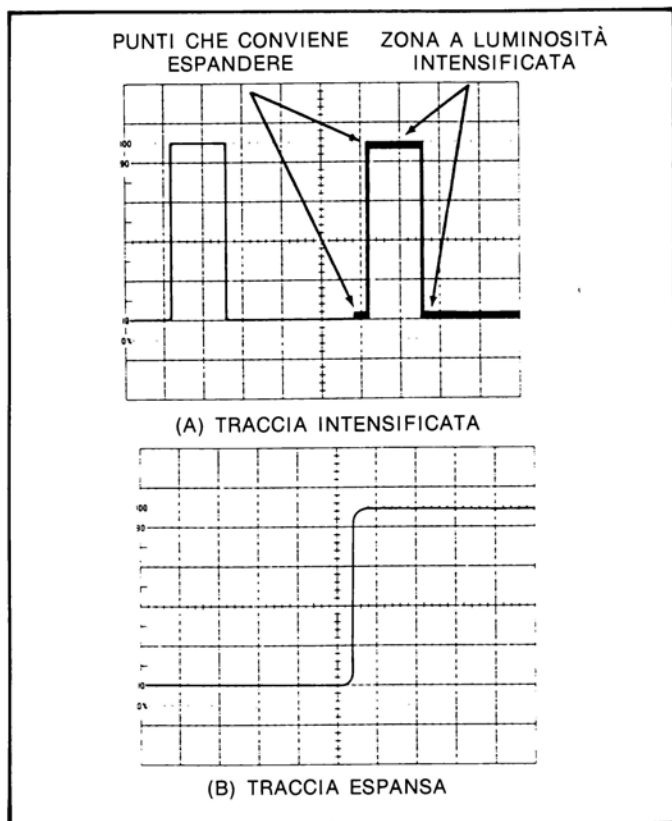

Figura 47
- Porre la levetta di HORIZONTAL MODE su INTENS e scegliere il tempo di ritardo più opportuno con il commutatore DELAY TIME. Regolare il comando MULTIPLIER in modo da fare coincidere l'inizio della zona a luminosità intensificata della traccia con il particolare da espandere (si veda la figura 47).